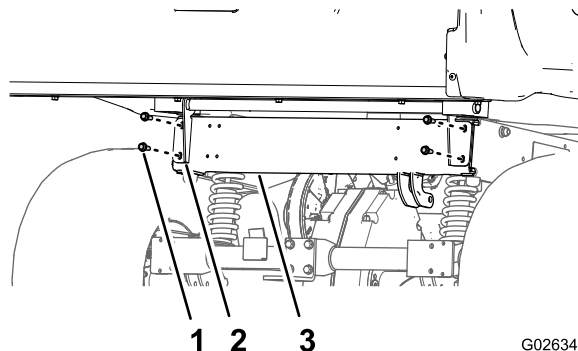

Figura 4
8. Retire los 4 pernos con arandela prensada (3/8 x 1 pulgada) que sujetan los soportes de las bisagras de la caja de carga al perfil trasero del bastidor de la máquina (Figura 4).
- 11. Retire los 4 pernos con arandela prensada (3/8 x 1 pulgada) que sujetan los soportes de bisagra de la caja de carga al perfil trasero del bastidor de la máquina (Figura 4).